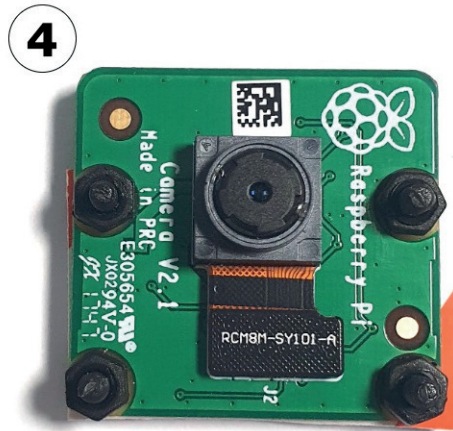

Рис. 13.5. Камера на картонной подложке
4. Закрепляем камеру на картонной подложке болтами M2, как показано на рис. 13.5. Обратите внимание, что головки болтов должны находиться сзади, чтобы торчащая резьба не мешала использовать «липучку».